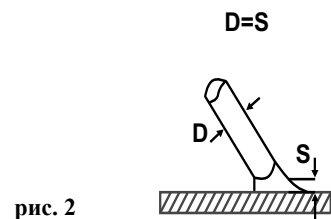
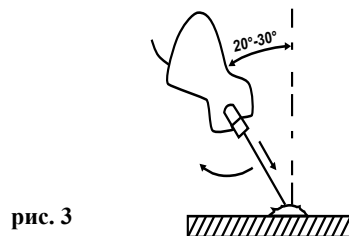

рис. 2
рис. 3
7.6 Как только произойдет зажигание дуги, электрод нужно держать на таком расстоянии S (см. рис. 2) от обрабатываемого материала, которое соответствует диаметру электрода D (см. рис. 2). Для получения равномерного шва далее необходимо соблюдать эту дистанцию по возможности постоянной. Также необходимо помнить, что наклон оси электрода должен быть примерно 20-30 градусов. (см. рис. 3).